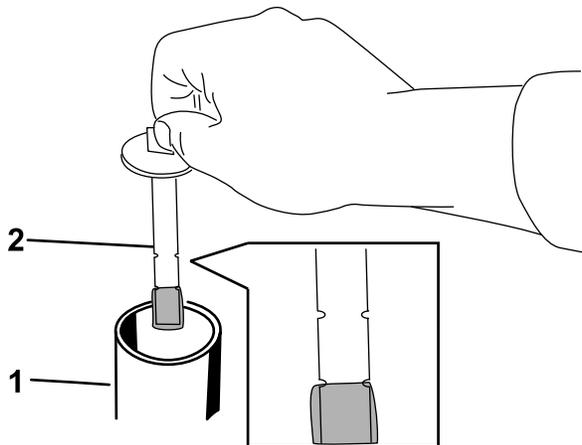

Рисунок 84
5. Снимите крышку гидравлического бака и извлеките масломерный щуп (Рисунок 84).